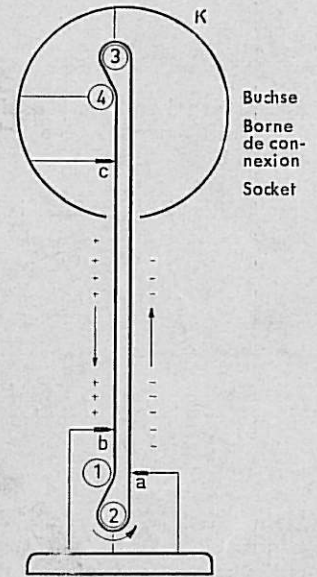

Fig. 2
2. Wirkungsweise und Schaltung (Bild 2)
2. Operation and Circuit (Fig. 2)
2. Fonctionnement et connexion (Fig. 2)